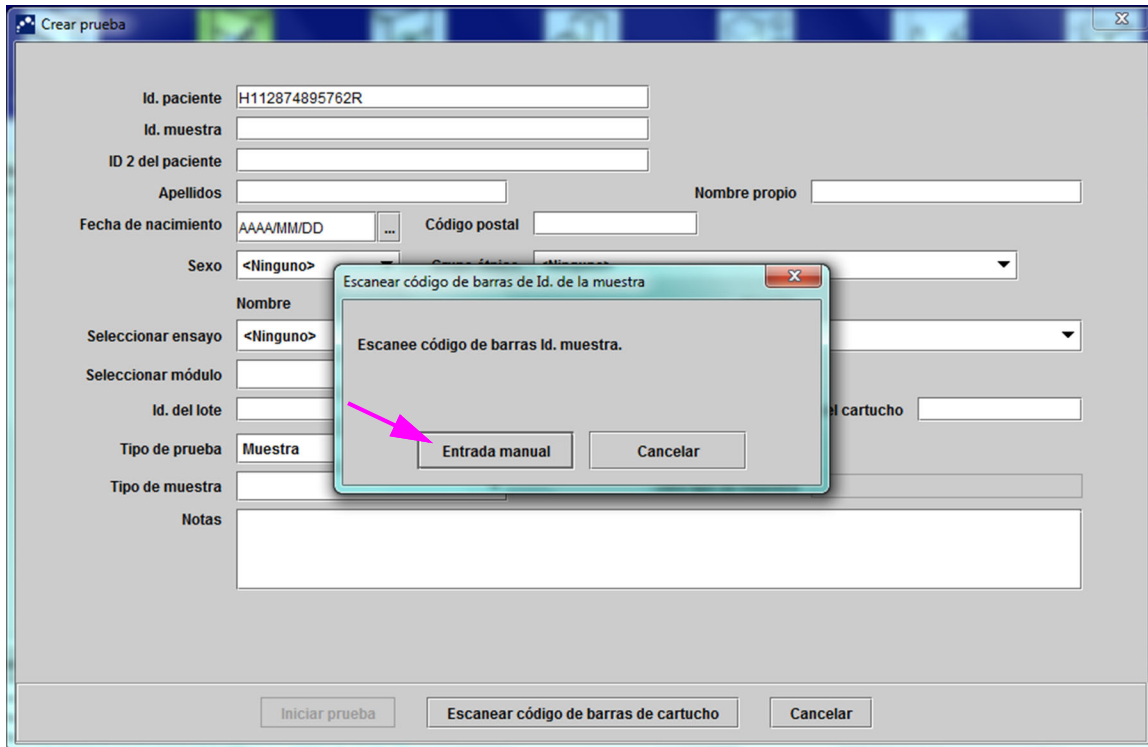

Figura 5-20. Ventana Crear prueba y cuadro de diálogo Escanear código de barras de Id. de la muestra
2. Escanee el código de barras de Id. del paciente con el escáner de códigos de barras suministrado. Consulte el Apartado 5.5. Aparece el cuadro de diálogo Escanear código de barras de Id. de la muestra. Consulte la figura 5-20.